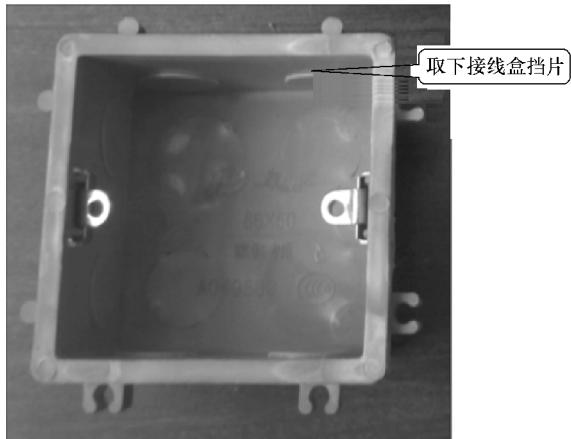

图 6-10 接线盒挡片
(1) 根据布线时预留的照明支路导线端子的位置，将接线盒的挡片取下，如图 6-10 所示。
(2) 将接线盒嵌入到墙的开槽中，嵌入时要注意接线盒不允许出现歪斜，嵌入时，要将接线盒的外部边缘处与墙面保持齐平。
(3) 按要求将接线盒嵌入墙内后，再使用水泥沙浆填充接线盒与墙之间的多余空隙。
(4) 选择一字螺钉旋具，按下开关护板的卡扣，将开关底板上两侧的护板取下，检查单控开关是否处于关闭状态，如果单控开关处于开启状态，则要将单控开关拨动至关闭状态。
(5) 此时，单控开关的准备工作便已经完成。然后再将接线盒中的电源供电及荧光灯